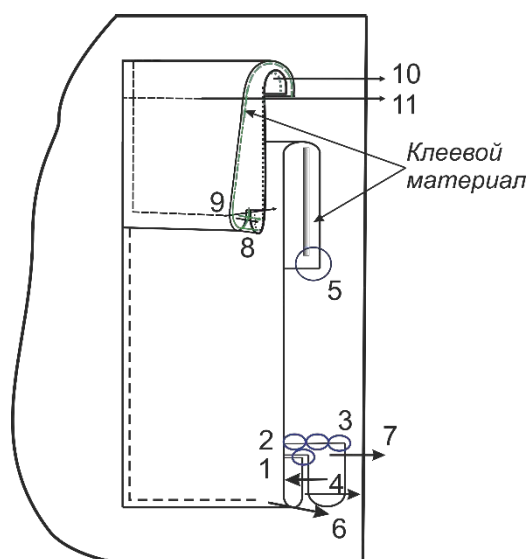

Рис. 1
4. Притачайте боковину кармана к накладному карману (Рис. 1., строчка 1).
7. Согните боковину кармана пополам и настрочите отделочную строчку на расстоянии 1-2 мм от края (Рис. 1., строчка 4).
9. Обметайте верхний срез накладного кармана (Рис.1., строчка 5). Заутюжьте его на изнаночную сторону.
11. Заутюжьте карман по трём сторонам. Настрочите отделочную строчку по трём сторонам кармана на 1-2 мм от сгиба (Рис.1, строчка 6).
12. Настрочите карманы на полочки по намеченным линиям (Рис.1, строчка 7).
- 15.** Притачайте клапаны к полочкам (Рис.1, строчка 10). Настрочите клапаны на полочку отделочной строчкой (Рис.1, строчка 11).